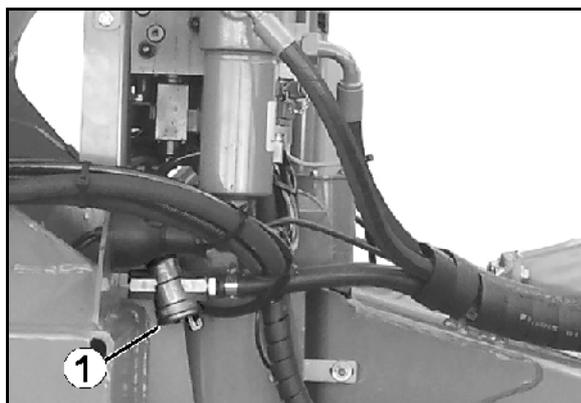

Fig. 95
1. Das Verschluss-Stück (Fig. 95/1) an den beiden Laschen zusammendrücken.
4. Das Verschluss-Stück (Fig. 95/1) an den beiden Laschen zusammendrücken.